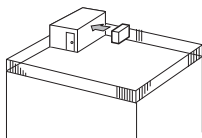

Fig. 2-3
(1) Coloque la salida de aire de frente a la pared más próxima a una distancia de 35 cm de ella. (Fig. 2-3)